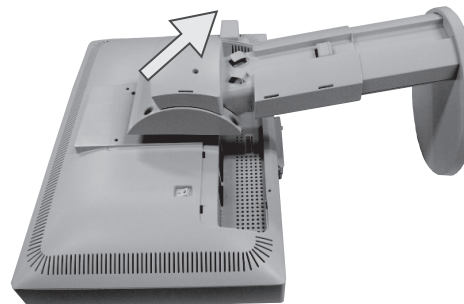

Figura M.4
5. Retire el soporte (**figura M.4**). El monitor ya está preparado para montarlo de otro modo.